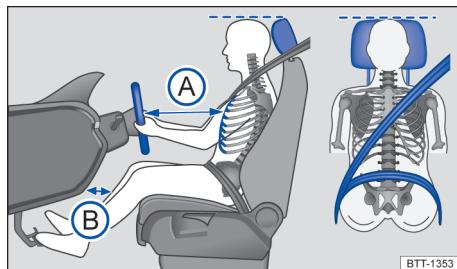

Fig. 20 Distância correta do condutor em relação ao volante, posição correta do cadarço do cinto de segurança e ajuste correto do apoio para cabeça.
- Ajustar o banco de modo que a distância entre o volante e o tórax tenha no mínimo 25 cm → Fig. 20 A e que o condutor possa segurar o volante pela borda externa com as duas mãos e os braços ligeiramente dobrados.
- Ajustar o banco do condutor na direção longitudinal de modo que os pedais possam ser acionados com as pernas ligeiramente arqueadas e a distância para o painel de instrumentos na área do joelho seja de, no mínimo, 10 cm → Fig. 20 B.
- Para os bancos com apoio para cabeça: ajustar o apoio para cabeça de modo que a sua borda superior se encontre preferencialmente na mesma linha da parte superior da cabeça → Fig. 20 – porém não abaixo da altura dos olhos. Posicionar a parte posterior da cabeça o mais perto possível do apoio para cabeça.